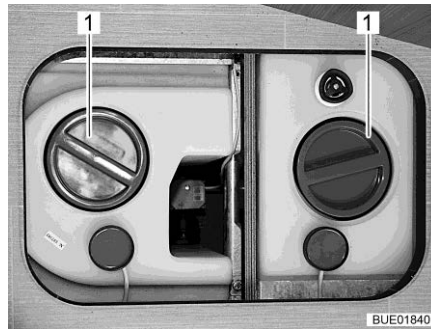

Fig. 212 Réservoir d'eau avec poignée tournante
- Enlever le couvercle de fermeture (Fig. 212,1) du réservoir d'eau.